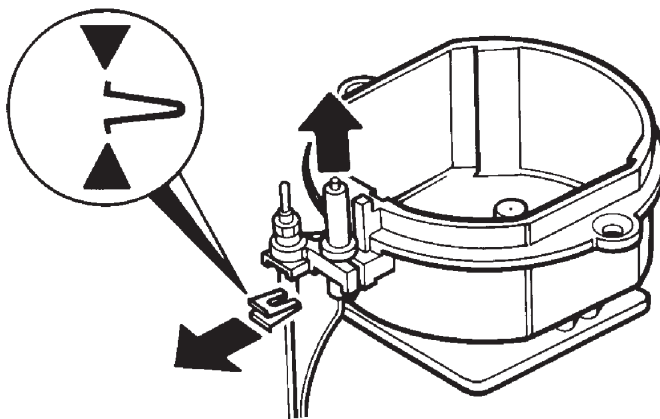

Fig. 8
4. Verwijder de veerklem waarmee de elektrode aan de brander vastzit (zie fig. 8) en verwijder de elektrode en kabel.